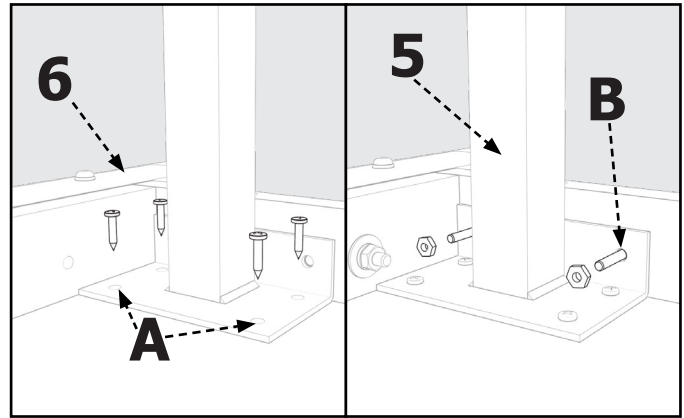

FIGURE 6
Fixez les Pieds de la Table (5) à la Table d'Extension (6) comme indiqué sur la **Figure 6**.
1. Posez la Table d'Extension (6) à l'envers au sol ou sur un banc.
2. Placez le Pied de Table (5) dans le coin de la Table d'Extension (6) comme indiqué sur la **Figure 6**.
3. Fixez le Pied de Table au Plateau de Table avec quatre Vis à Bois n° 8 x 3/4" (n). Percez un trou de 1/4" à travers les deux trous du Support (A) et à travers la Jupe de Table. Fixez le Pied de Table à la Jupe de Table à l'aide de Boulons à Tête Cylindrique de 10-32 x 1-3/4" (m), d'une Rondelle Plate de 7/32 x 1/2" (h) et d'un Écrou Hexagonal n°10-32" (k).